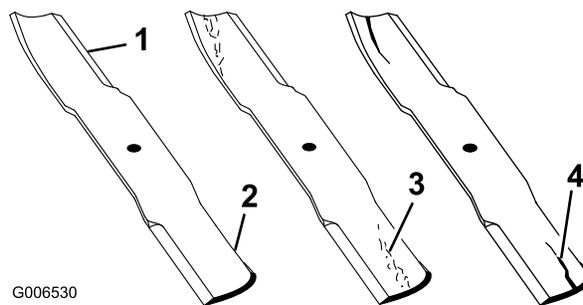

Figure 79
1. Examinez le tranchant des lames (Figure 79). Si les lames sont émoussées ou présentent des indentations, déposez-les et affûtez-les. Voir Affûtage des lames.
2. Inspectez les lames, surtout la partie relevée (Figure 79). Remplacez immédiatement toute lame endommagée, usée ou qui présente une entaille (Figure 79).